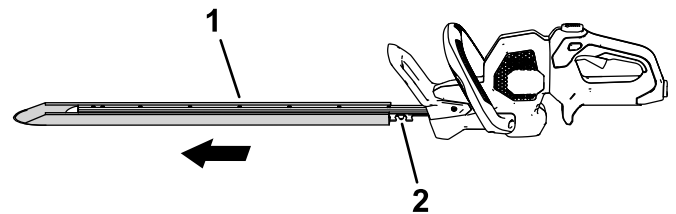

Figure 6
1. Enlevez le couvercle de protection des lames (Figure 6).